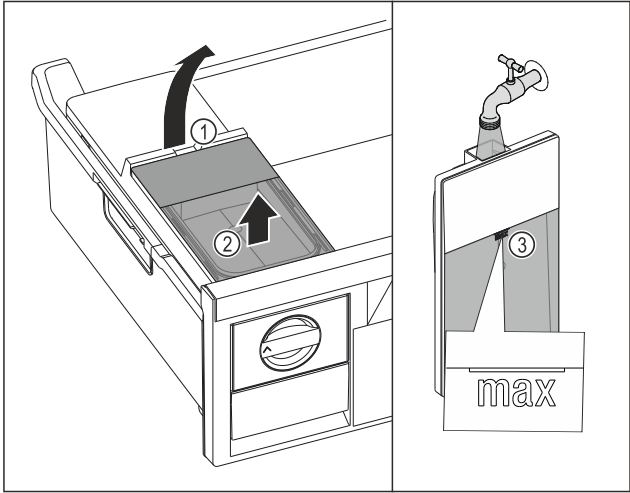

Fig. 42
- ▶ 从凹槽 Fig. 42 (1) 抬起水箱。
- ▶ 向上取出水箱。 Fig. 42 (2)
- ▶ 向水箱注入饮用水，直至标记 Fig. 42 (3)。